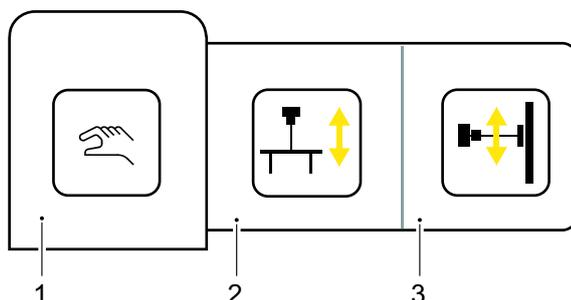

Bild 3-10 Nachführungsaktivierung
1. Drücken Sie die *Taste für Automatische Nachführung* und wählen Sie *Wandstativ C*, siehe **Bild 3-10**.
1. Drücken Sie die Schaltfläche *Automatische Nachführung* und wählen Sie *Tisch B*, siehe **Bild 3-10**.